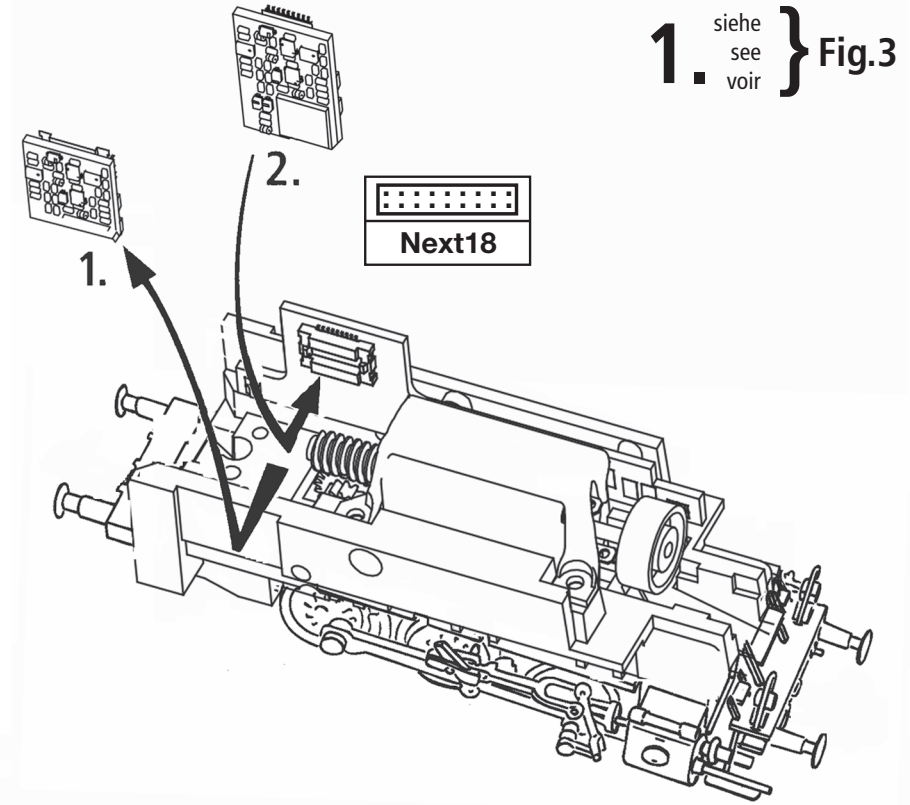

Fig. 4
1. Reinigung der Radstromkontakte: Radstromkontakte können auf unsauberen Schienen leicht verschmutzen. Entfernen Sie **vorsichtig** mit einem kleinen Pinsel **den Schmutz** an den in Fig. 4 gekennzeichneten Stellen.
1. Cleaning of wheel contacts: Wheel contacts easily get dirty on tracks which are not entirely clean. Use a small brush to **remove dirt** from spots marked in fig. 4.
Les lames de contacts risquent de s'encrasser rapidement sur des voies poussiéreuses. Veuillez **enlever la poussière** aux endroits marqués à la fig. 4 à l'aide d'un petit pinceau souple.